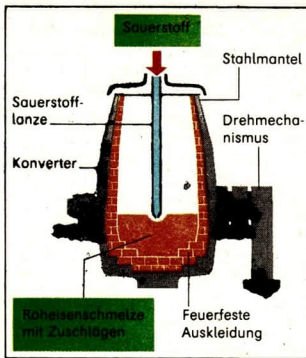

Abb. 52 Schematische Darstellung eines Sauerstoffkonverters
**Stahlkonverter als Reaktionsapparat.** Das Windfrischen des Roheisens wird im **Konverter** (lateinisch: convertere = umwandeln) durchgeführt. Konverter sind kippbare Stahlbehälter, die mit einer feuerfesten Auskleidung versehen sind. Sie haben eine Höhe von etwa 6 m und fassen bei einem Durchmesser bis zu 3 m etwa 20 t Roheisen. Aus Düsen am Boden wird Luft durch die Schmelze geblasen. In modernen Konvertern wird Sauerstoff auf die Schmelze geblasen (Abb. 52). ④